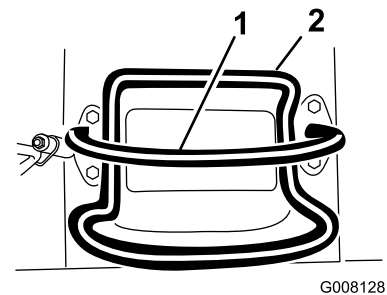

Figura 7
- Para detener la máquina, suelte el control de tracción (**Figura 7**).